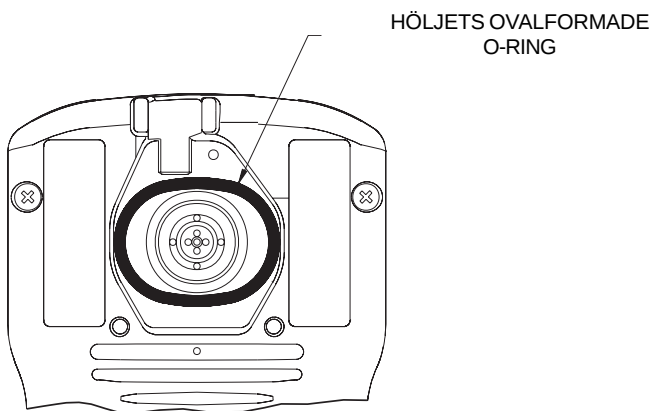

Bild 24:
- Om höljets ovalformade O-ring följer med av misstag när du byter filter, sätter du tillbaka det i det ovalformade hålet på baksidan innan du sätter tillbaka filterskyddet (se bild 24).